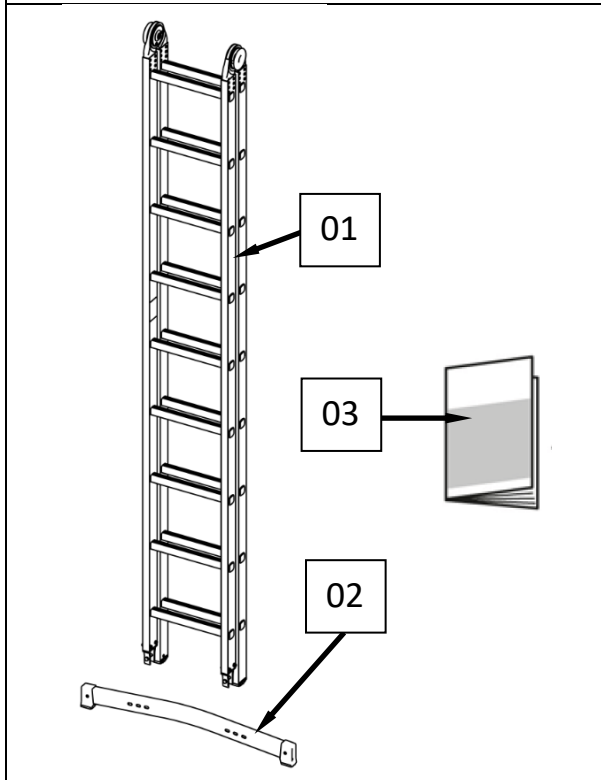

Abbildung 5: Lieferumfang Zweigelenkleiter Typ 981-2
- 1 x Zweigelenkleiter Typ 981-2 → Abbildung 5, Pos 01
- 1 x Traverse → Abbildung 5, Pos 02
- 1 x Bedienungs- und Nutzungsanleitung → Abbildung 5, Pos 03